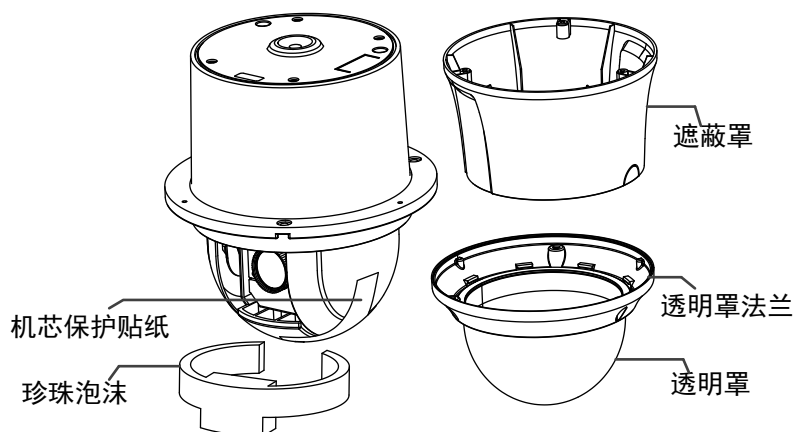

图2-41 智能球的拆封
1. 逆时针旋转智能球透明罩，取下透明罩及下壳体，如图 2-41 所示。